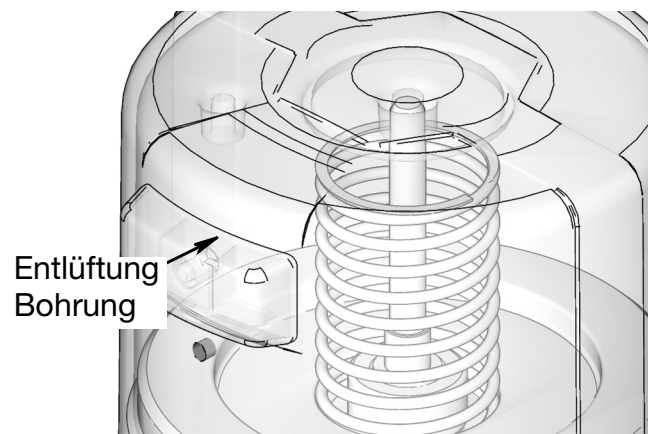

ABB. 13
3. Den Schmiermittelbehälter mit Schmiermittel befüllen, bis die Dichtung der Folgeplatte die Entlüftungsöffnung erreicht (ABB. 13) und der Großteil der Luft aus dem Schmiermittelbehälter verdrängt worden ist.